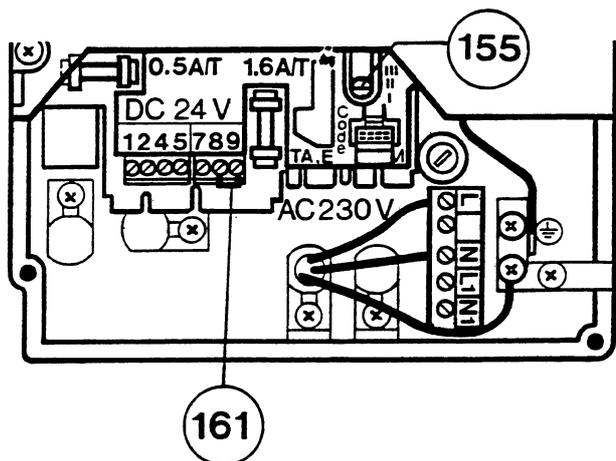

Fig. 14
- Collegare il cavo ai morsetti L, N e □ (fig. 14).
Gli apparecchi vengono forniti con la pompa predisposta per il modo di funzionamento II. Il tipo di funzionamento puo venir variato mediante il commutatore 155, fig. 14. In caso di impiego della centralina ad incasso TA 210 E, e necessario posizionare il commutatore sulla posizione III; in caso contrario la caldaia non parte.